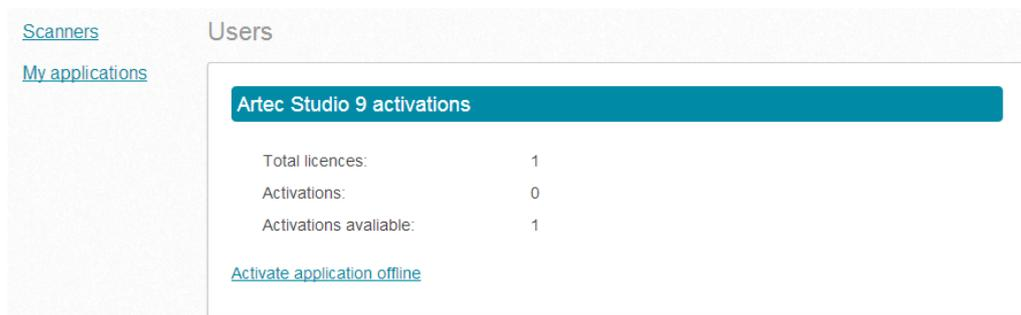

Figura 1.12: Attivazione offline in my.artec3d.com
5. Fare un clic sul prodotto *Artec Studio* product - verrà visualizzata una nuova pagina come mostrato nella figura 1.12